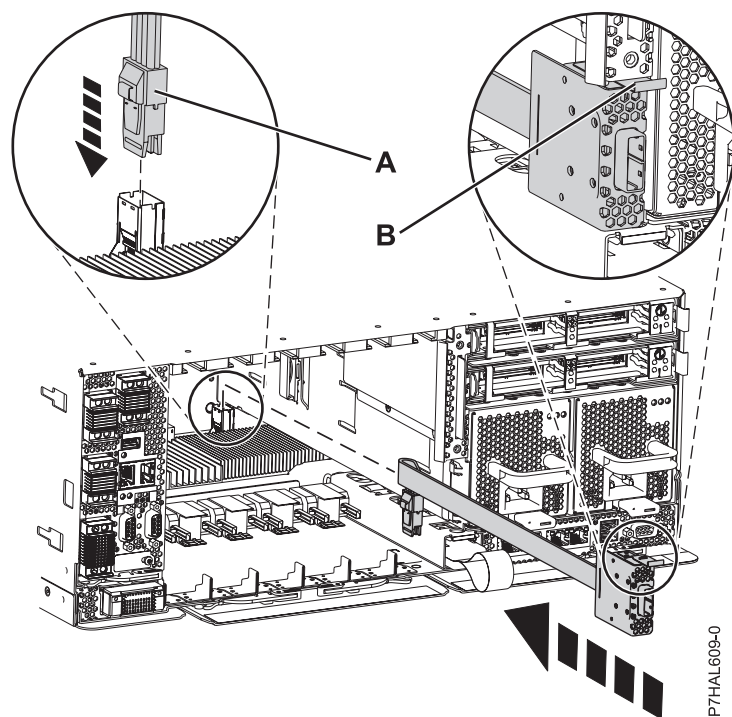

Figure 36. Remplacement du câble SAS
1. Connectez le port externe à l'arrière du système (B) jusqu'à ce qu'il s'enclenche, comme indiqué à la figure 36, à la page 61.
2. Poussez le capuchon SAS (A) dans la connexion SAS sur le fond de panier système jusqu'à ce qu'il s'enclenche.